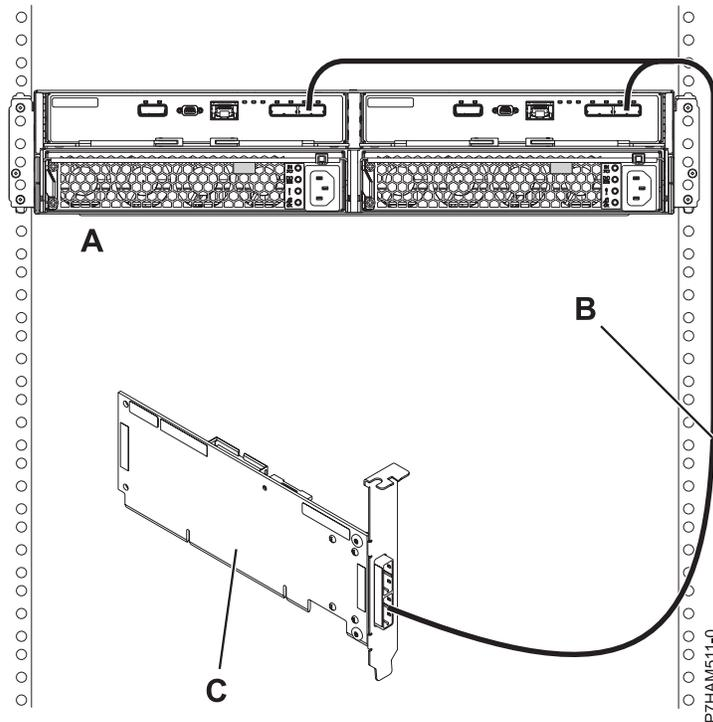

Figura 36. Conexión de la modalidad 1 de un alojamiento de unidad de disco 5887 utilizando un cable YO a un adaptador SAS único
12. Realice la conexión de la modalidad 1 de un alojamiento de unidad de disco 5887 **(A)** utilizando un cable YO **(B)** a un único adaptador SAS **(C)**. Consulte la Figura 36 en la página 38.